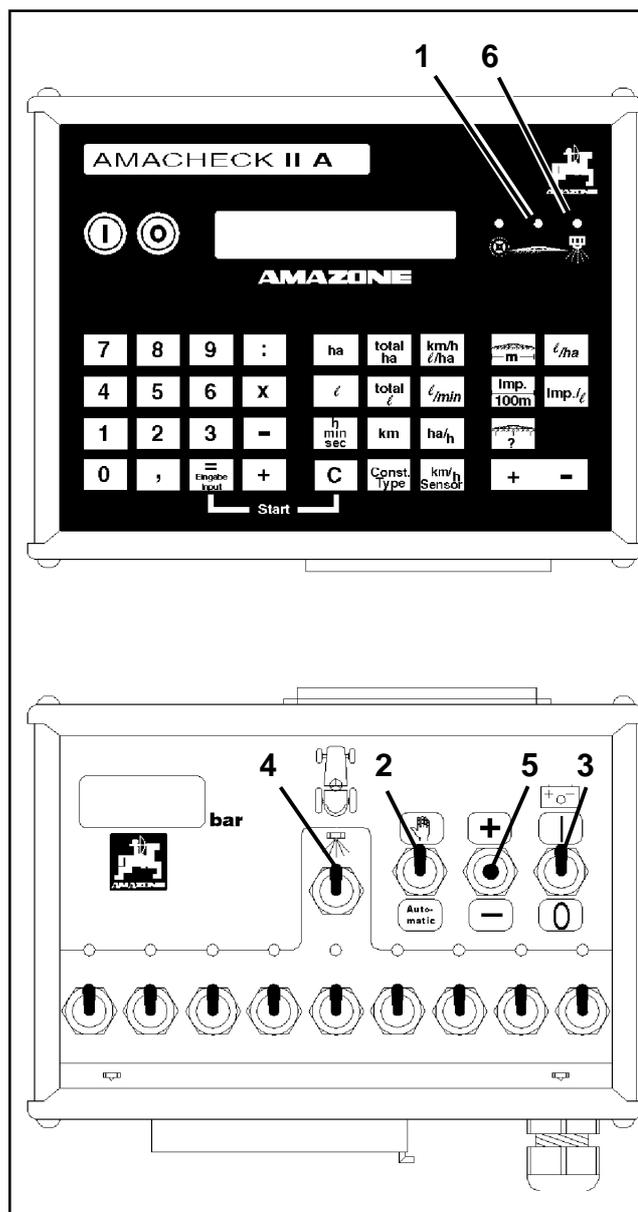

Fig. 7.11
- En appuyant sur la touche  $\pm$  (fig. 7.11/5) réglez la pression de travail correspondant au débit requis.